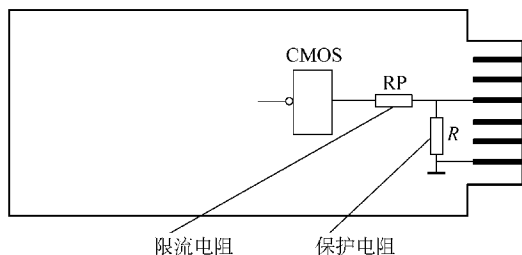

图 6-45 印制电路板上的限流电阻和保护电阻
② 对器件的输入信号 V_i 要求其电压范围在 $V_{ss} \leq V_i \leq V_{dd}$ 。
③ 所有输入端一律不准悬空。输入端悬空不仅会造成逻辑混乱,而且容易损坏器件。如果安装在印制电路板上的器件输入端可能出现悬空时(例如,在印制电路板从插座上拔下后),必须在印制电路板的输入端接限流电阻 R_P 和保护电阻 R ,如图 6-45 所示, R_P 阻值的选取通常应使输入电流不超过 1mA,故 $R_P = V_{dd}/1mA$ 。当 $V_{dd} = +5V$ 时, $R_P = 5.1k\Omega$ 。 R 一般取 $100k\Omega \sim 1M\Omega$ 。